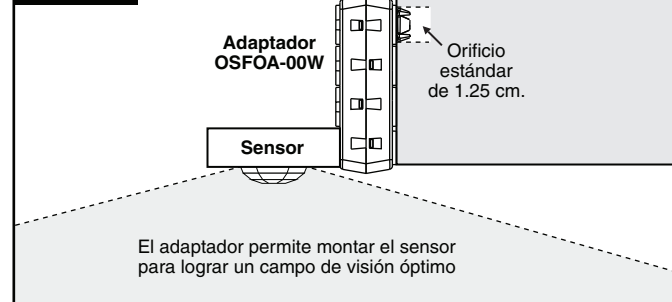

Figura 3
5. Deslice la contratuerca sobre los conductores y enrósquela hacia la derecha en la tuerca roscada para asegurar el sensor firmemente en su lugar verificando que el lente esté orientado hacia el área que va a monitorear (campo de visión). Apriete usando una presión de 4 ft-lbs. NUNCA USE MAS de 5 ft-lbs (**vea Figura 3**).